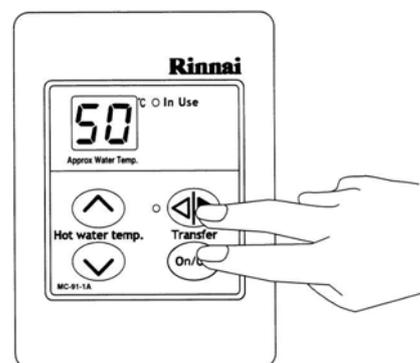

Fig. 1
PASO 1: Sobre el comando remoto Master pulse y mantenga pulsados a la vez los botones Transfer y ON/OFF (fig.1) hasta que se oiga un pitido.